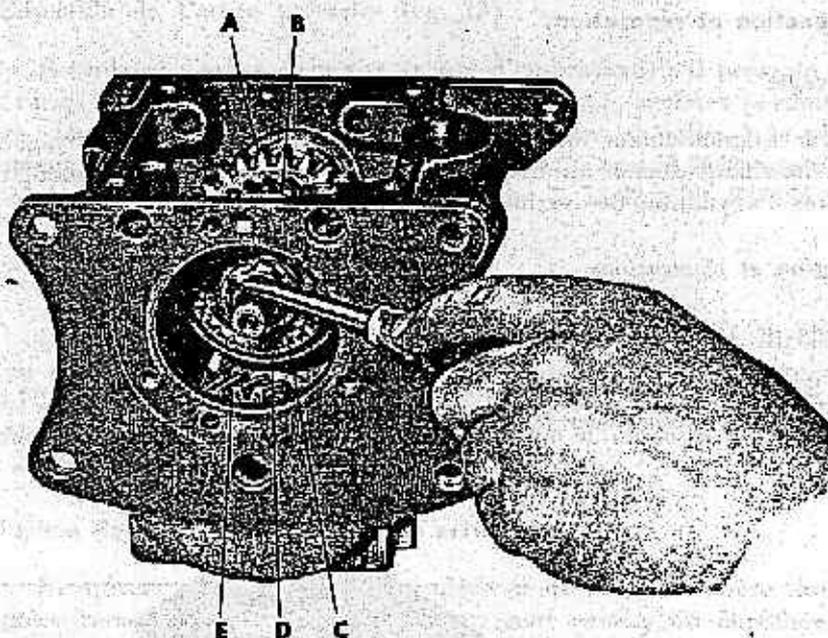

FIGURE 11. — Dépose de l'anneau d'arrêt du moyeu synchro.
F. — Dépose de l'arbre secondaire (fig. 11).